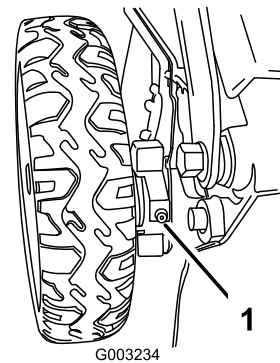

Figura 28
1. Limpie con un trapo limpio los engrasadores situados justo dentro de las ruedas traseras (Figura 28).